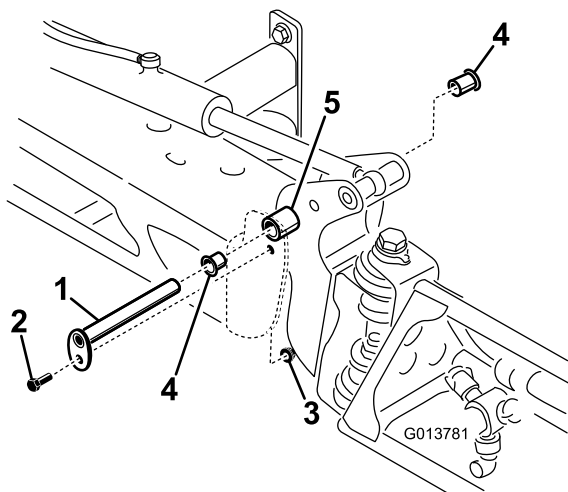

Figura 3
- Retire el perno y la tuerca que sujetan el pasador de giro al conjunto del brazo lateral derecho (Figura 3).
- Retire el pasador de giro (Figura 3).